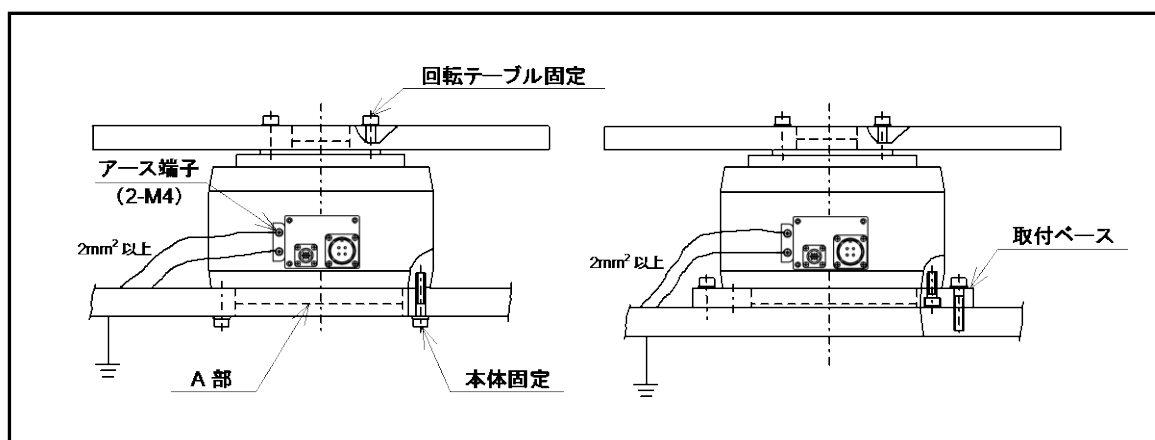

図 2.1 アクチュエータの設置
- ◆ 図 2.1 に示す A 部には、位置検出を行う精密部品が組込まれています。A 部のボルト類は絶対に緩めないでください。また、A 部に何かの部品を取付けたり無理な力を加えたりすると、本来の精度や機能を発揮できなくなることがあります。